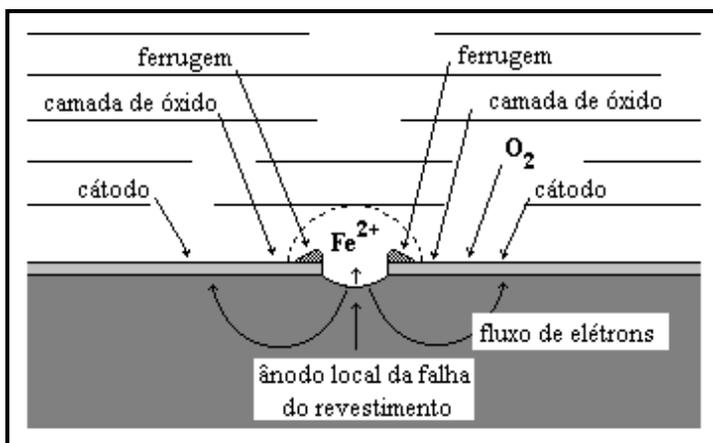

Figura 31: Mecanismo da corrosão por absorção de oxigênio
Trabalhando com a Figura 31, mostra-se a formação do par galvânico (uma pilha) e as reações desenvolvidas. Esta etapa é muito importante na compreensão do experimento da corrosão.
Além da presença do arranhão (formação de par galvânico, figura 31), há solução de cloreto de sódio (compare com a lata nº2). A solução deste sal constitui um meio bem mais corrosivo do que a água (lata nº1 e 2). É necessário explicar por que é mais corrosivo (ver fundamentação teórica).
recebe elétrons segundo a equação (2). Este processo é esquematizado na Figura 31.